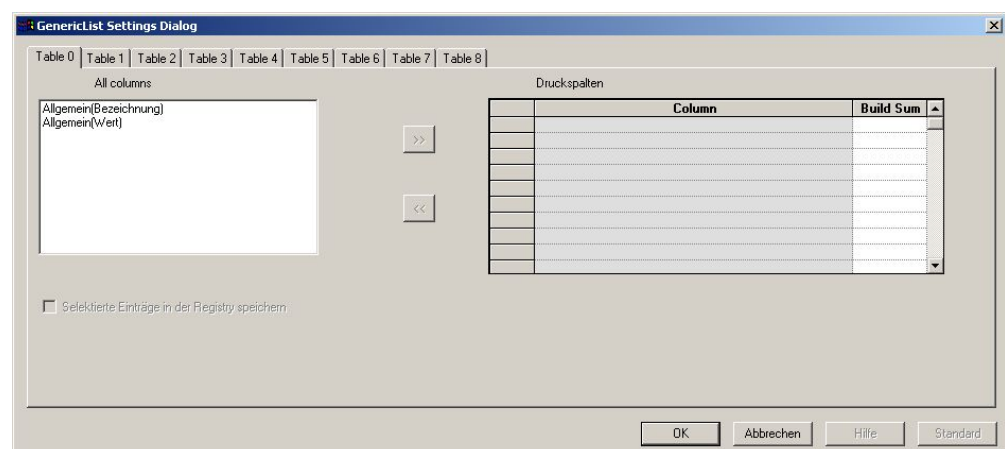

Abbildung 4: Dialog *GenericList Settings Dialog*
- ➔ Es öffnet sich ein Dialog (Abbildung 4) „GenericList Settings Dialog“ in dem Sie die Seiten (Register) des Dialogs sowie die einzelnen Felder der Seite festlegen können. Diesen Dialog erhalten Sie nur, wenn Sie bei den Einstellungen unter dem Register Drucken den Eintrag **Listendruck: Spaltenauswahl anzeigen** aktivieren. Wenn dieser Eintrag nicht aktiviert ist, erhalten Sie eine Druckvorschau bzw. einen Ausdruck entsprechend den Daten im Eigenschaftsdialog. Über den *GenericList Settings* können Sie den Ausdruck individuell gestalten. Siehe auch: Abbildung 6.